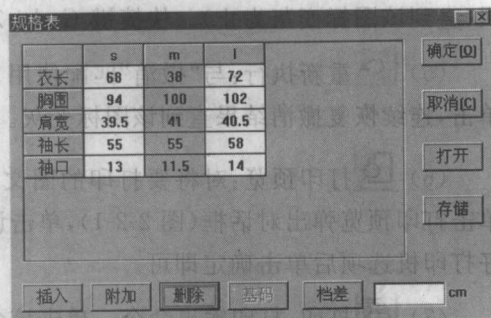

图 2-2-4
① 在“放码菜单”中选取“规格表”命令。
② 单击后弹出对话框(图 2-2-4)。
③ 在表格中输入相应的控制部位名称、尺寸、码号、档差(规格名的输入及规格名称资料库的建立与款式名相同)。
④ 单击“保存”命令, 此规格表永久保留; 单击“确定”不保存此规格表。